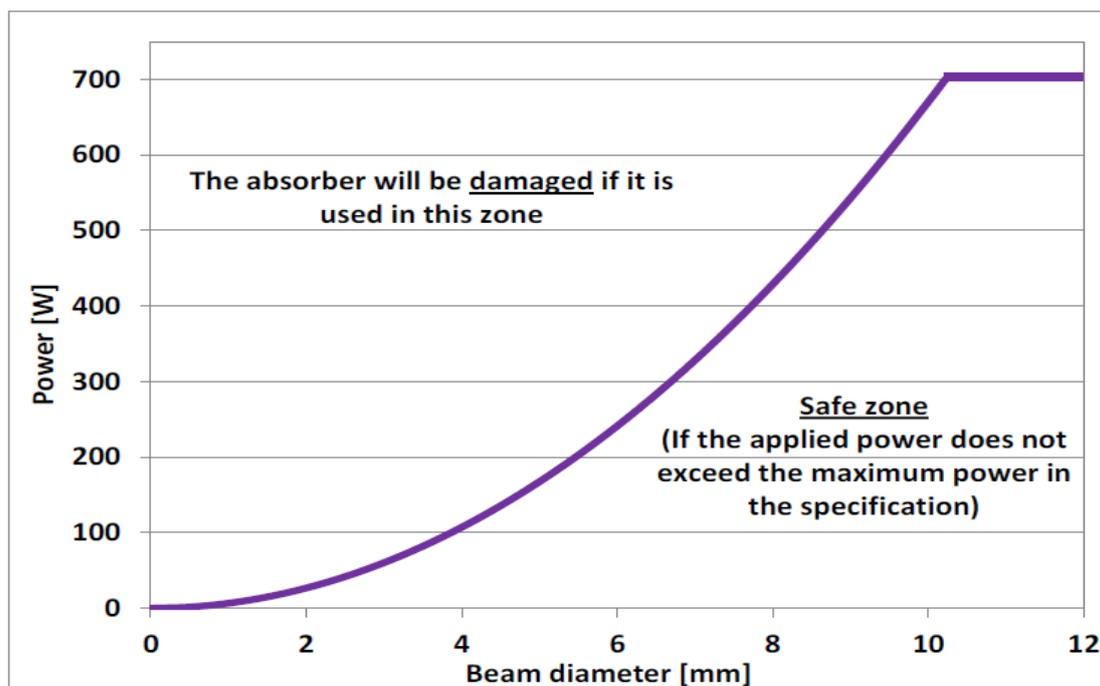

図 1-10 波長 1064nm での H タイプアブソーバー最小ビームサイズ
- 1、お客様がご準備されますバックモジュールのための必要仕様は図 1-10～1-12 に示されております。タップ穴は導電性でなければなりません。またディテクターとの電氣的接触を可能にするために、少なくともベアスポットがなければならぬことにご注意下さい。(5 項ご参照)